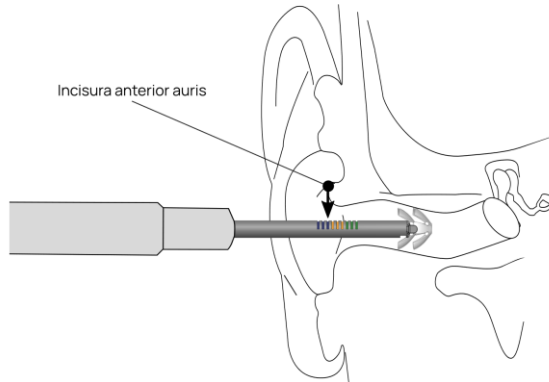

Abbildung 11: Einsetzen des Gehörgangsmoduls (der Pfeil zeigt die Position der Incisura anterior auris)
7.1) auf Höhe der Incisura anterior auris liegt (Pfeil in Abbildung 11). Befindet sich die Incisura anterior auris bei der Tiefenbestimmung genau zwischen zwei Strichen, wird empfohlen, die tiefere Markierung zu wählen.